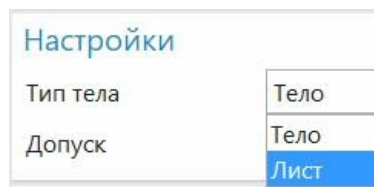

рис.9
- В результате операции вы можете получить **тело** или **поверхность**. Если образующий контур разомкнут, то вы получите только поверхность. Если образующий контур замкнут, то в зависимости от состояния поля *Настройки* можно получить разный результат (рис.9).